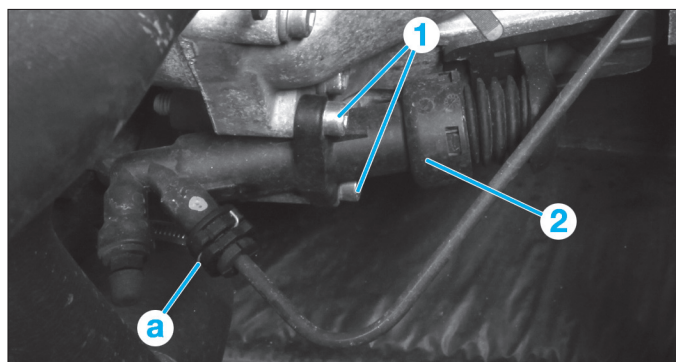

Fig. 7
- Dégrafer le tuyau en (a) (Fig.7).
- Déposer les deux vis (1).
- Déposer le cylindre récepteur d'embrayage (2).